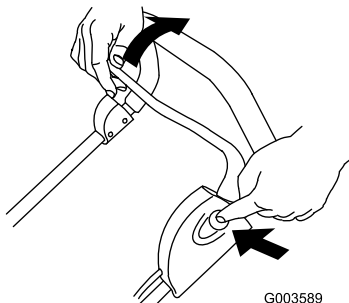

Figura 16
4. Tenete premuto il pulsante e tirate la barra di comando verso la stegola (Figura 16).